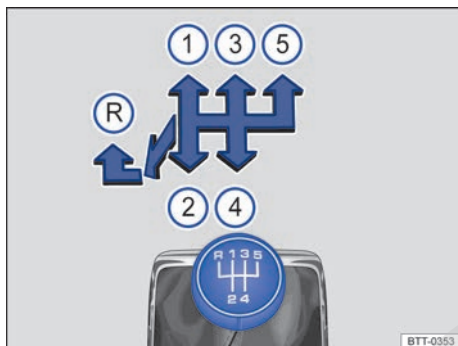

Fig. 95 Esquema de cambios de la transmisión manual de 5 marchas.
Las posiciones de cada marcha están representadas en la palanca de cambios → fig. 95.
- Empujar la palanca de cambios totalmente hacia la izquierda y después hacia adelante hasta la posición de la marcha atrás → fig. 95 (R).